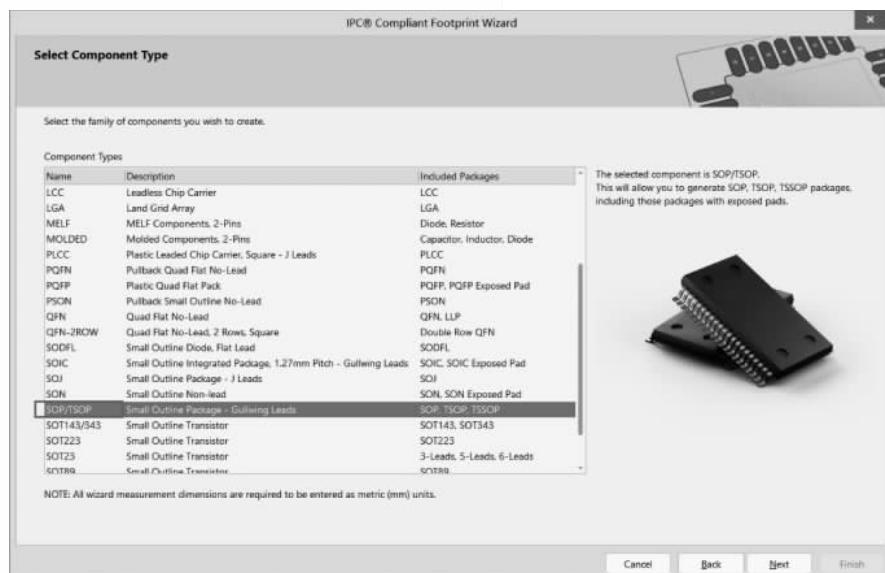

图 3-44 选择封装类型
(2) 单击Next按钮,在弹出的Select Component Type对话框中,选择相应的封装类型,这里选择SOP系列,如图3-44所示。